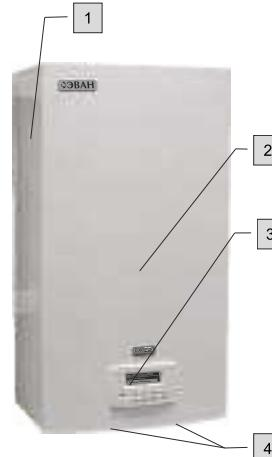

Рисунок 1. Внешний вид прибора.
4.2 Внешний вид прибора представлен на рис. 1.
8.4 В начале отопительного сезона перед запуском прибора необходимо проверить, не заблокирован ли вал циркуляционного насоса отложениями или накипью. Для этого снимите лицевую панель (2) рис.1, предварительно отсоединив блок управления (3), в соответствие с п. 4.3, затем отвинтите защитный колпачок и поверните вал двигателя с помощью отвертки по стрелке (рис.30). Установите защитный колпачок на место. Первый пуск насоса проведите на максимальной скорости. Работа может быть выполнена без привлечения специалиста сервисного центра.